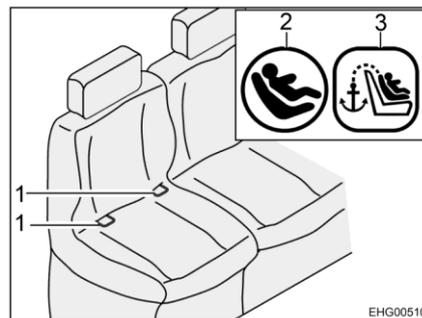
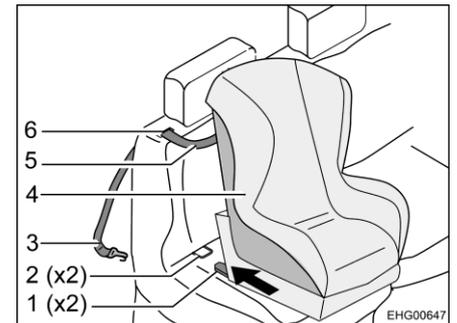

Bild 9 Sitz mit Isofix
Bild 10 Befestigung mit Top-Tether
- Top-Tether-Gurt (Bild 10,5) durch Schlitz (Bild 10,6) im Polster der Rückenlehne führen (neben der Kopfstütze).
- Befestigungshaken (Bild 10,3) am Ankerpunkt auf der Rückseite des Fahrzeugsitzes eingehaken.
- Rastarme (Bild 10,1) in Haltebügel (Bild 9,1 und Bild 10,2) einrasten lassen. Dabei muss ein deutliches Klickgeräusch zu hören sein.
- Mit einem kräftigen Ruck kontrollieren, ob der Kindersitz (Bild 10,4) fest sitzt.